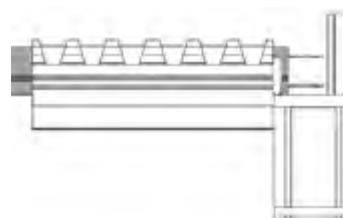
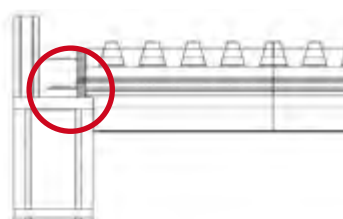

Figure 2
Figure 3
- À l'une des extrémités, l'entrevous prend appui sur le mur porteur soit par l'intermédiaire de son emboîtement mâle pour les entrevous moulés (Figure 2) soit grâce à la réalisation d'une feuillure pour les entrevous découpés (Figure 3)
- L'entrevous opposé est découpé pour réaliser un appui sur le mur d'une profondeur au moins égale à 2 cm (Figure 3)